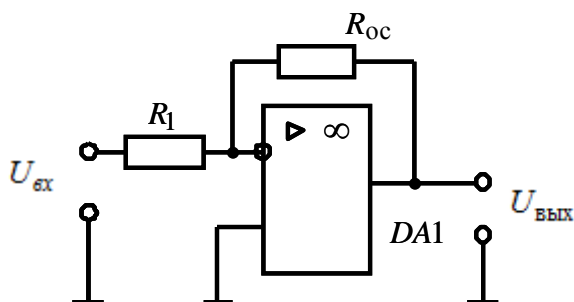

Рис. 1.2. Схема инвертирующего усилителя, выполненного на операционном усилителе
Инвертирующий усилитель изменяет знак выходного сигнала относительно входного. Схема образуется введением параллельной отрицательной обратной связи по напряжению с помощью резистора R_{oc} (рис. 1.2).
1.5.3. Произведите исследование инвертирующего усилителя. Откройте программную среду Electronics Workbench, а затем библиотеку аналоговых элементов **Analog ICs** и выберите из библиотеки операционный усилитель без цепей питания, установив на него курсор и щелкнув левой кнопкой мыши. Соберите схему инвертирующего усилителя, выполненного на операционном усилителе, подключив к усилителю необходимые резисторы, в соответствии с принципиальной схемой рис. 1.2.